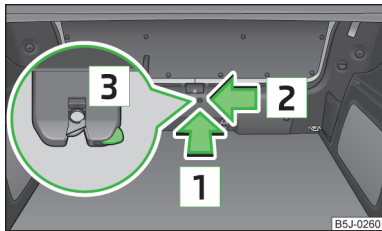

Abb. 19
- › In die Öffnung in der Verkleidung in Pfeilrichtung  » Abb. 19 einen Schraubendreher oder ein ähnliches Werkzeug bis zum Anschlag einführen.